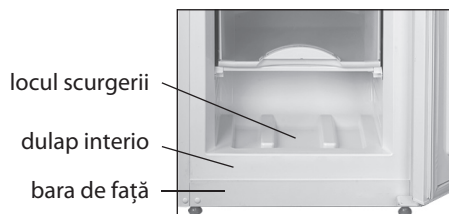

Figura 5 – Colectarea apei
**4.1** În timpul dezghețării congelatorul, apa care apare când se topește stratul de zapadă trebuie să fie ștersă din zona de scurgere cu un material absorbant în conformitate cu Figura 5. Apoi congelatorul trebuie să fie spălat și șters bine.
**ATENȚIE!** Nu permiteți scurgerea apei în timpul dezghețării și curățării congelatorului. Dacă apa ajunge la consola frontală a carcasei interne și externe, vezi Figura 5, aceasta poate provoca coroziunea exterioară a congelatorului și a pieselor de congelare automata, cit și perturbarea materialelor de izolare, ceea ce duce la formarea fisurilor interne și la eșecul congelatorului.